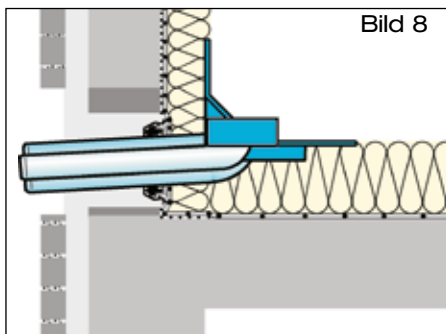

Bild 8
- 2.2 Klemmring (bei Schiebeflansch DN 100) innen und Ablaufrohr des Attikaablaufs außen hinreichend mit LORO-X Gleitmittel versehen. Ablaufrohr des Dachablaufs in den Schiebeflansch bis in seine Einbauposition einführen (Bild 8). Entstandene Hohlräume in der Wärmedämmung schließen. Ablaufrohr im Wandbereich mit ausreichender Wärmedämmung versehen und Dachablauf fixieren.